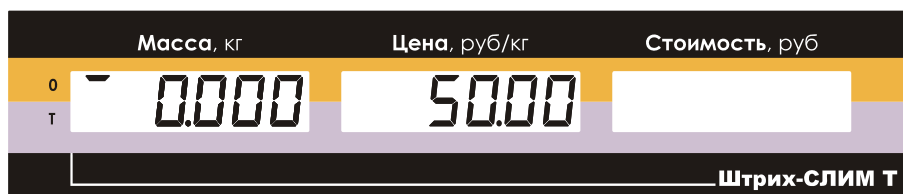

Рисунок 54. Показания дисплея при введенной цене.
- нажмите клавишу . На индикаторе отобразится цена запрограммированного товара (см. Рисунок 54):